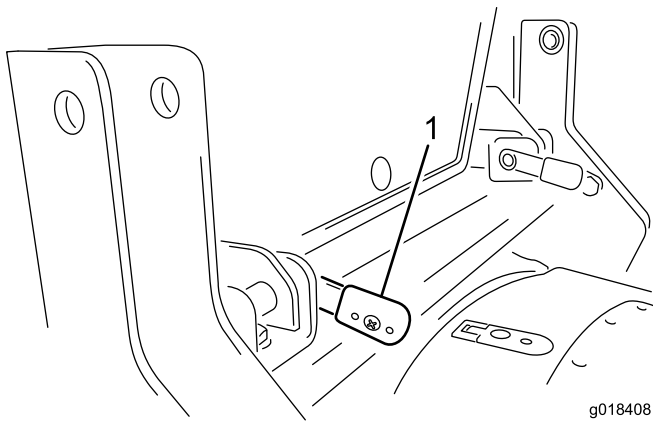

Bild 13
4. Wenn die Hebel ganz eingesetzt sind, drehen Sie sich nach hinten, um sie zu arretieren (Bild 13).